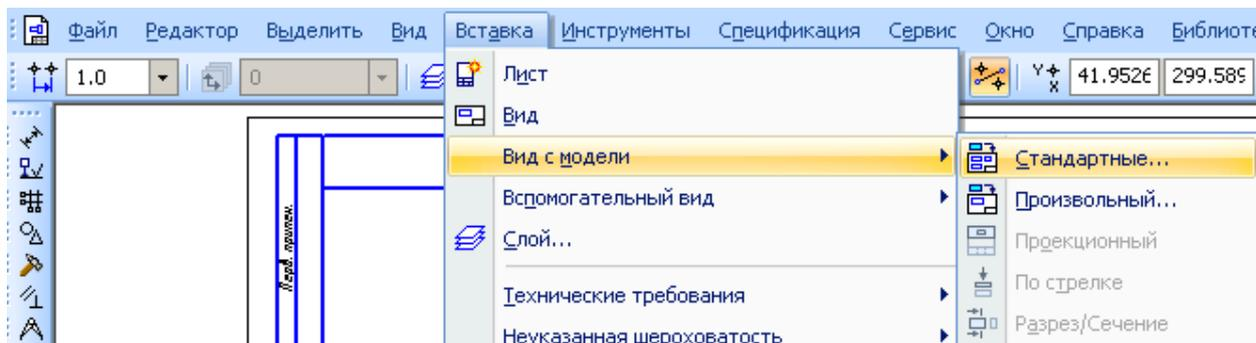

Рисунок 58
- 2) Из стандартной панели в меню Вставка выбрать строку Вид с модели→Стандартные (Рисунок 58). В менеджере открытия файла выбрать папку хранения файла модели, курсором указать файл модели и Открыть.